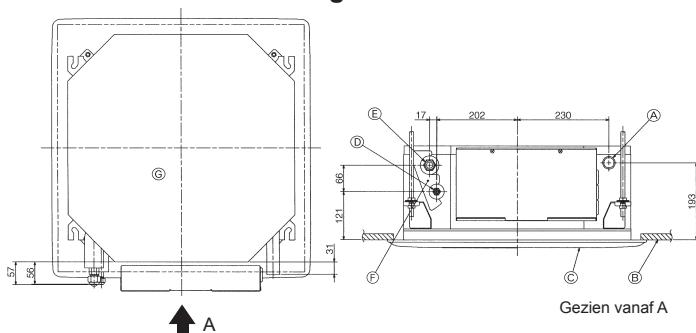

Fig. 5-7
5.3. Plaats van de koelstof- en afvoerdeelingen (Fig. 5-7)
- (A) Afvoerdeeling
- (B) Plafond
- (C) Rooster
- (D) Koelstofleiding (vloeistof)
- (E) Koelstofleiding (gas)
- (F) Inlaat watervoorziening
- (G) Hoofdunit